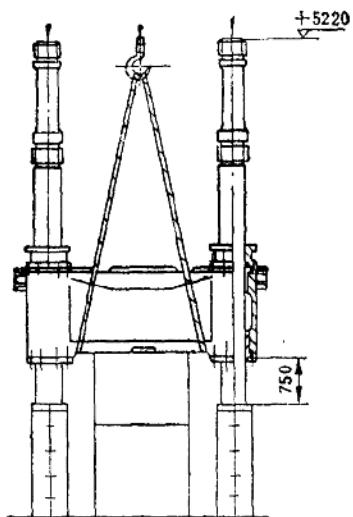
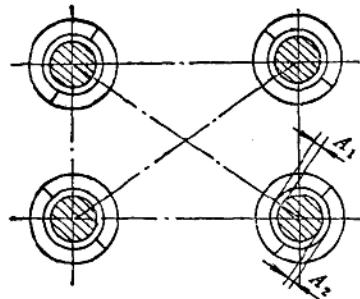

图13-2-26 动梁部分的吊装
图13-2-27 导套的剖面位置
5) 活动横梁的装配: 如图13-2-26所示, 清洁活动横梁, 先用行车试吊找平, 然后一次提升, 略高于立柱后, 平移至4立柱上方, 使4立柱对准活动横梁的立柱孔, 缓慢下降, 使活动横梁安全顺利的套入立柱, 并放于方箱上。然后装上部导套于横梁孔内, 调整导套内孔和立柱之间隙, 导套的剖面位置应符图13-2-27, 内孔与立柱的间隙: